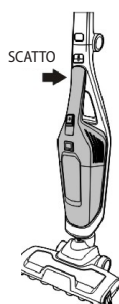

Fig. 2
3. Montare la maniglia sull'unità principale sino a che non entra nella propria sede sentendo uno scatto (Fig. 2).